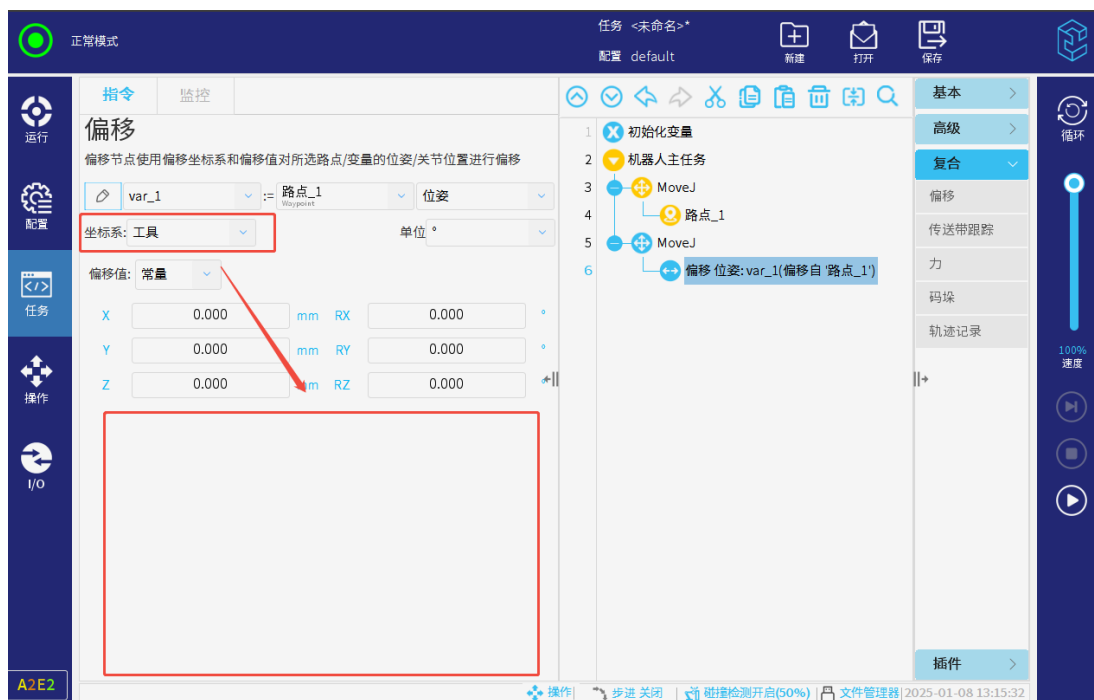

图 3-123: 坐标系为工具坐标系时的数据展示
- 由于工具坐标系对应机器人末端的实时位姿，其数据会跟随机器人的运行状态而发生变化，因此工具坐标系运行时，偏移前后的数据的数同样不展示，如图 3-123 所示。